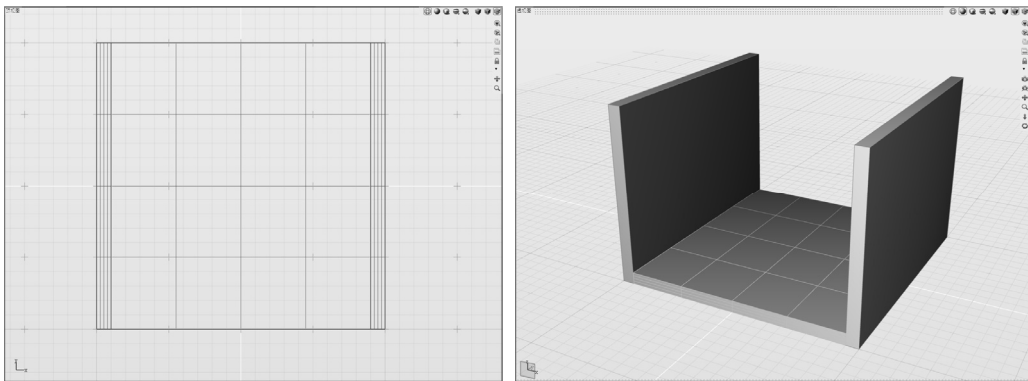

图 5-5 在顶视图中创建底部隔板（左），给定高度为 1cm（右）
2) 激活“立方体”工具，按照图 5-5 所示位置绘制立方体顶视图面，给定高度 1cm。
- 1) 激活透视图, 保证图 5-5 中创建的底部隔板处于选中状态。